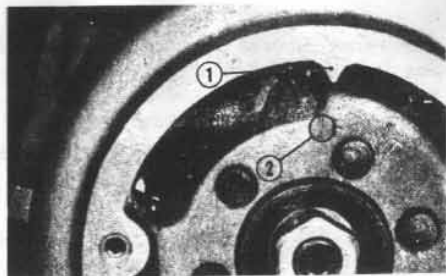

Fig. 5 ① Merkteken ② "F" merk
- 1) Verwijder het vliegwieldekseltje en draai het vliegwiel in zijn draairichting, tot de merkstreep "F" precies tegenover het merkteken op de dekselrand staat. Controleer of juist op dit moment de contactpunten zich beginnen te openen. (Fig. 5)